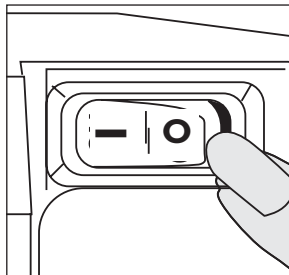

Figure 1
1. Veiller à ce que l'interrupteur principal soit en position arrêt (OFF) (O) (**Figure 1**).